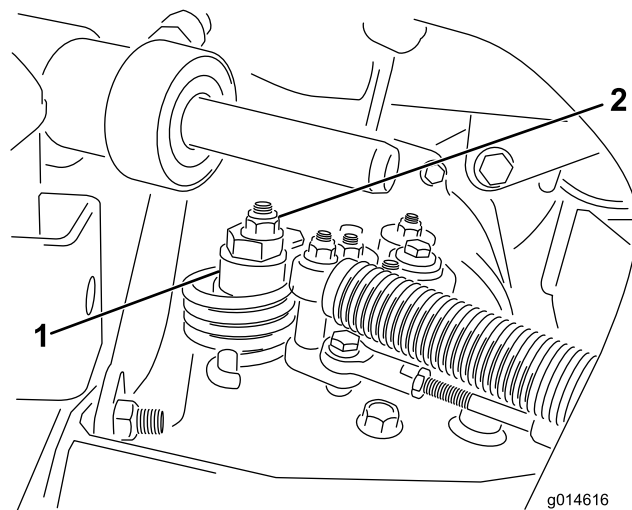

Figure 37
- A. Desserrez l'écrou de fixation de l'excentrique en haut de l'hydrostat (Figure 37).
- C. Tournez l'excentrique jusqu'à ce que la roue ne tourne plus dans aucune direction. Lorsque la roue arrête de tourner, serrez l'écrou pour bloquer l'excentrique et le réglage (Figure 37). Vérifiez le réglage avec la commande d'accélérateur en position BAS RÉGIME, puis HAUT RÉGIME.